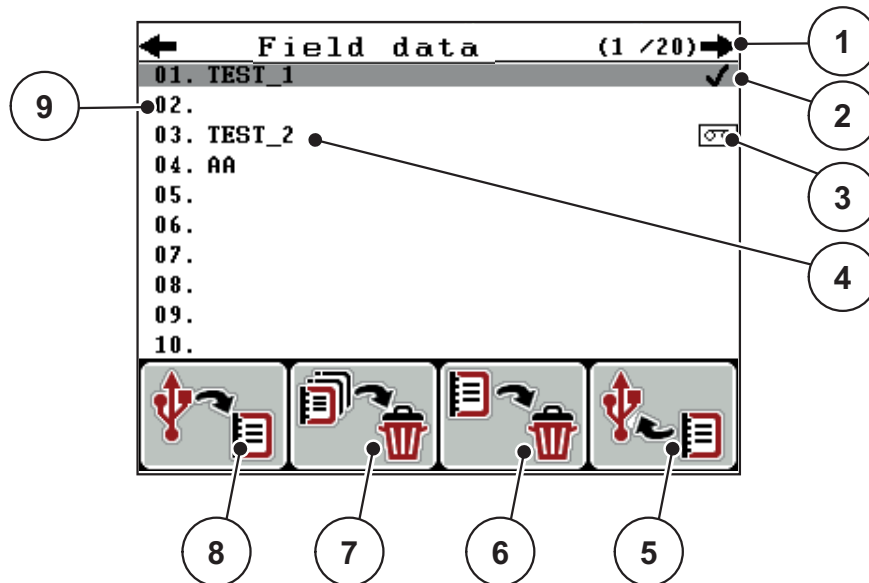

図 4.21: カウントファイルメニュー
2. ファンクションキー **F1** を押します (図 4.21 を参照)。
2. ファンクションキー F4 を押します (図 4.21 を参照)。
3. 削除アイコンの下のファンクションキー F3 を押します (図 4.21 を参照)。
2. 全て削除アイコンの下のファンクションキー F2 を押します (図 4.21 を参照)。